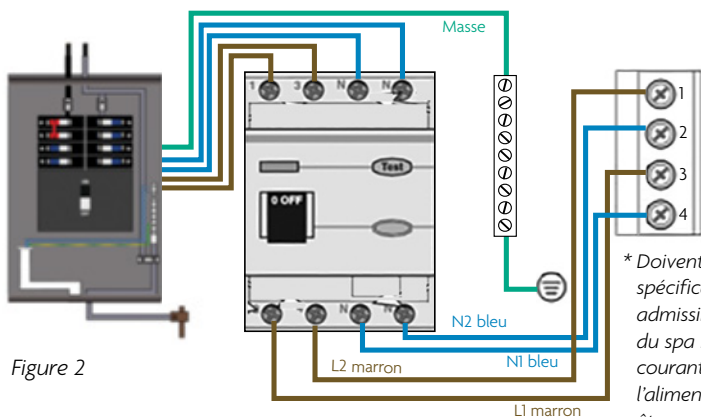

Figure 2
CONNEXION ÉLECTRIQUE OPTIONNELLE: Alimentation Triphasée (Figure 2)
2. Réinstallez seulement les cavaliers comme indiqué par les lignes pointillées sur la Figure 2.
CONFIGURATION OPTIONNELLE: CONNEXION BIPHASÉE (Figure 2)